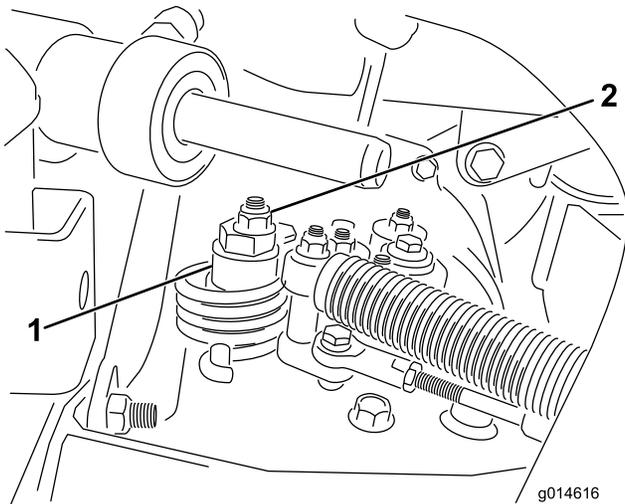

図 48
- A. 偏芯ナットをไฮドロスタット上部に止めているナットをゆるめる（図48）。
- C. どちらにも車輪が回らないように偏芯ナットを回して調整する。調整ができたら固定ナットを締める（図48）。スロットルSLOWおよびFAST位置で調整が正しいことを確認する。